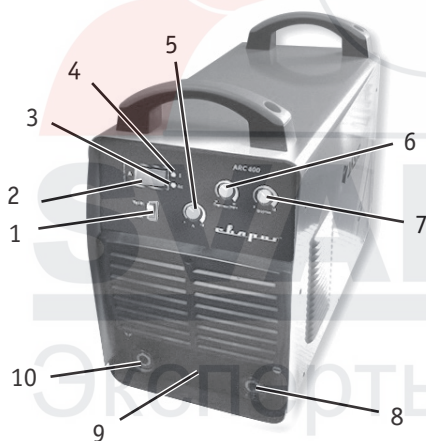

Рис. 1.1
2. Подсоедините сварочные кабели. На передней панели сварочного аппарата имеется две панельных розетки «+» и «-» (8 и 10) (рис. 1.1). Существует два способа подключения сварочных принадлежностей:
4. Установите способ сварки ММА с помощью регулятора (1) (**рис. 1.1.**).
5. Установите требуемую величину сварочного тока с помощью регулятора (5) (**рис. 1.1**) Устанавливайте значения сварочного тока, в зависимости от диаметра электрода, типа материала, требований технологического процесса и нормативной документации
6. Установите значение «горячего старта» (6) (**рис. 1.1**). Регулируя величину «горячего старта» добейте, чтобы зажигание дуги происходило легко, с одного касания, а электрод не прилипал к металлу.
7. Установите значение «форсажа дуги» (7) (**рис. 1.1**). Регулятор форсажа дуги служит для облегчения процесса сварки, особенно при малых значениях сварочного тока, установите значение форсажа дуги в зависимости от конкретных условий сварки.
Аппараты данной серии предусматривают возможность подключения пульта дистанционного управления. При использовании пульта дистанционного управления, подключите кабель дистанционного управления в соответствующий разъем в нижней части передней панели сварочного аппарата (9) (**рис. 1.1**) и зафиксируйте его.
1. Выберите режим TIG на передней панели аппарата. (1) **(рис. 1.1)**.
2. Вставьте разъем горелки со специальным силовым наконечником с подводом газа в соответствующий разъем со знаком «-» (8) **(рис. 1.1)** на панели аппарата, поверните его до упора по часовой стрелке, плотно зафиксируйте.
3. Вставьте обратный кабель в гнездо, помеченное знаком «+» (10) **(рис. 1.1)** на передней панели, закрутите ее по часовой стрелке. Закрепите заземляющий зажим на заготовке.